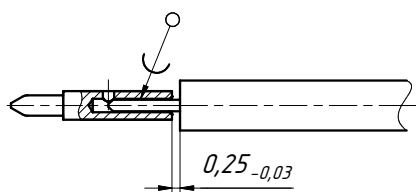

Рис. 39 – Пайка штыря на жилу кабеля.
- 1) Выполните пайку штыря на жилу кабеля (рисунок 39). Для обеспечения низкого КСВН кабельной сборки необходимо точно выдерживать размер $0,25_{-0,03}$;